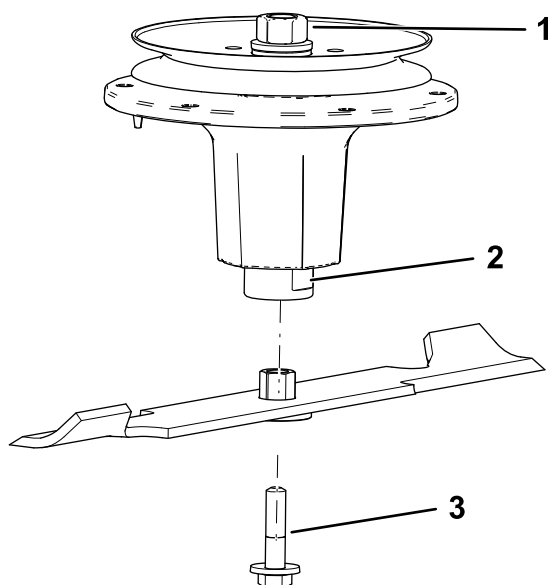

Figure 86
2. Installez l'ensemble douille/lame sur l'axe de pivot (Figure 86).